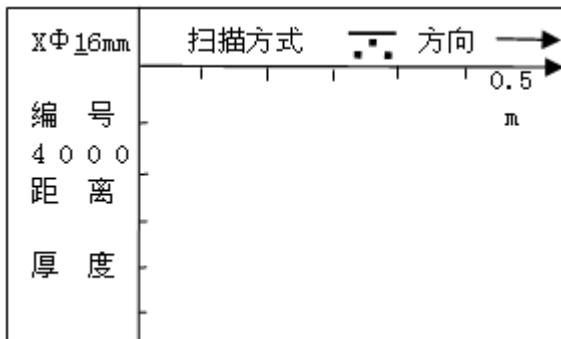

图 3-11 剖面钢筋 0.5m 扫描界面
0.5m 的剖面钢筋扫描界面如图 3-11 所示，首先设置工程信息，纵向钢筋的直径（默认值为 16mm）和编号（首位固定为 4），按 **[←]**、**[→]** 键移动光标位置，按 **[↑]**、**[↓]** 键可调整光标位置的数值，按**返回**键返回功能选择界面。完成以上设定后按**确定**键确认设置，并进行探头自校正，此时探头必须放置在空气中，远离强磁场干扰，在屏幕上出现 **wait!**，当 **wait!** 消失后，探头自校正完毕，此时可进入检测状态。